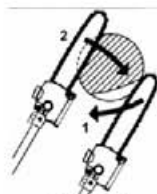

Fig.PP13
5.7.1- Corte de descarga (Fig.PP13)